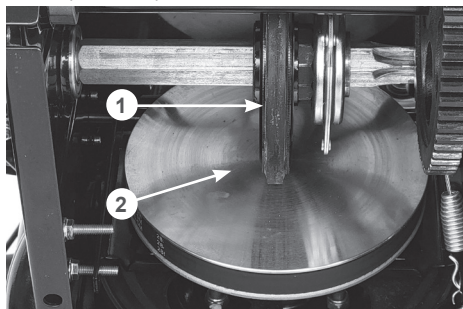

Рис. 18 Проверка нейтрального положения
- проверьте положение фрикционного колеса 1 относительно ведущего диска 2 (Рис. 18). Плоскость вращения фрикционного колеса 1 должна находиться точно по центру (оси вращения) ведущего диска 2 (Рис. 18);